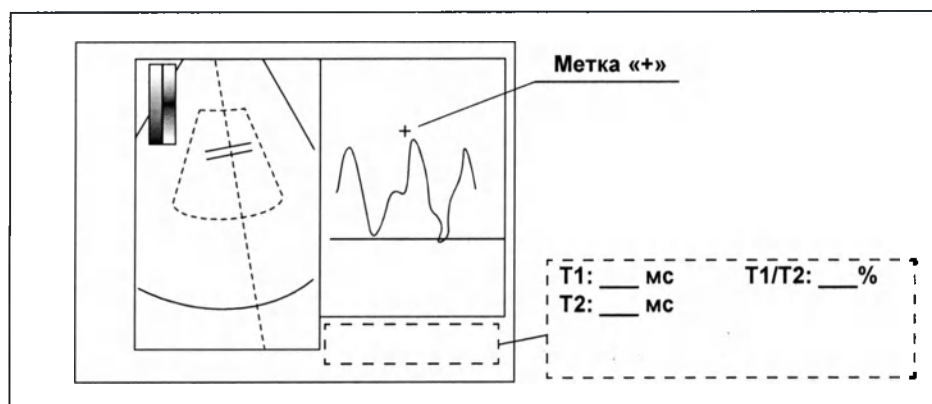

Рисунок 8.71
- 2 Область отображения результатов измерения показана на рис. 8.71.